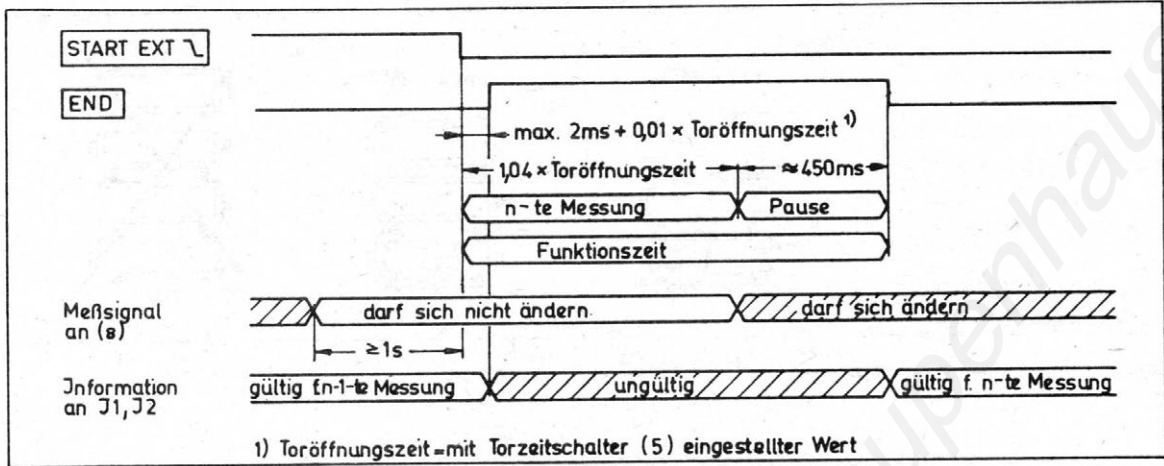

Bild 8: Funktionsablauf beim Zähler G-2002.500 bei externer Auslösung
- Bei Verkettung erfolgt die Funktionsauslösung über Eingang **START EXT**  $\lceil$  (19) oder Taste "Handauslösung" (4). Taste **START AUTO** (3) bleibt ungedrückt.
- High→Low am Eingang **START EXT**  $\lceil$  (19) bewirkt die Funktionsauslösung am Zähler G-2002.500 (Bild 8). Der Low→High-Übergang bleibt ohne Wirkung.
- Mit High→Low am Ausgang **END** (18) meldet der Zähler den Funktionsabschluß (Bild 8).
- An den Informationsausgängen **I1** (11) und **I2** (12) steht während **END = Low** die Meßwertinformation in kodierter Form zur Verfügung (Kodierung siehe Pkt. 2.1.5., Tabelle 3 und 4).
- Das Meßsignal am Meßsignaleingang (8) muß mindestens 1 Sekunde vor Funktionsauslösung anliegen.
Die Funktionszeit des Druckers ist wegen Bild 8 größer als 1 Sekunde zu wählen, außerdem ist zu beachten, daß am Drucker neben der k-ten Meßstelle das Meßergebnis der k-1ten Meßstelle erscheint.